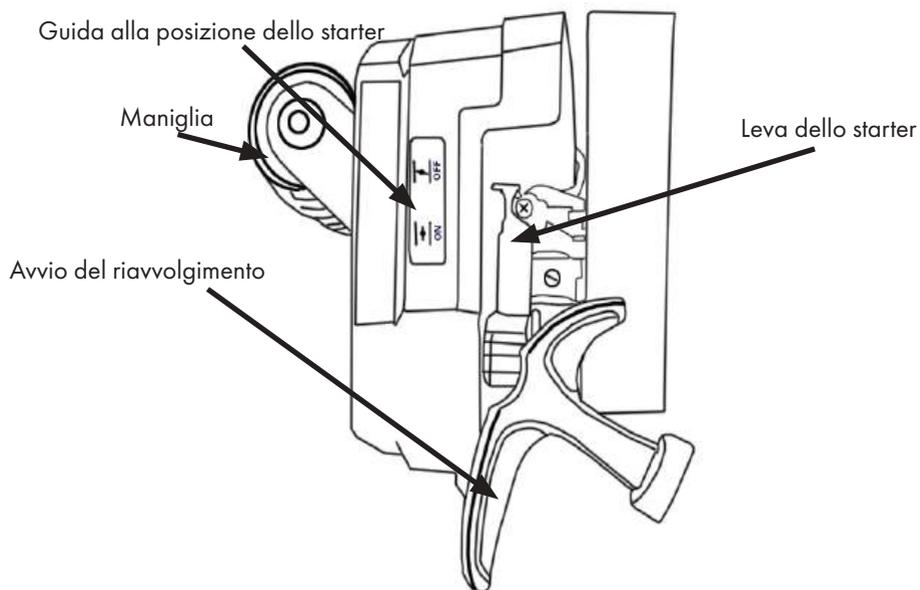

Figura 8
2. Portare la leva dello starter in posizione chiusa per strozzare l'aria e aumentare il flusso di carburante. Per informazioni sulla posizione dell'acceleratore, vedere Figura 8.